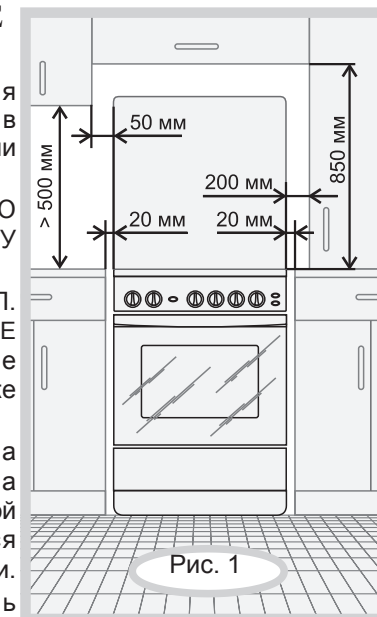

Рис. 1
- **ЗАПРЕЩАЕТСЯ** РАСПАКОВАННУЮ ПЛИТУ ПЕРЕНОСИТЬ ЗА РУЧКУ ДВЕРЦЫ. ПЛИТА УСТАНОВЛИВАЕТСЯ НА ПОЛ. УСТАНОВКА ПЛИТЫ НА ПОДСТАВКУ НЕ ДОПУСКАЕТСЯ. Расстояния, которые необходимо выдержать при установке плиты, показаны на рис.1.